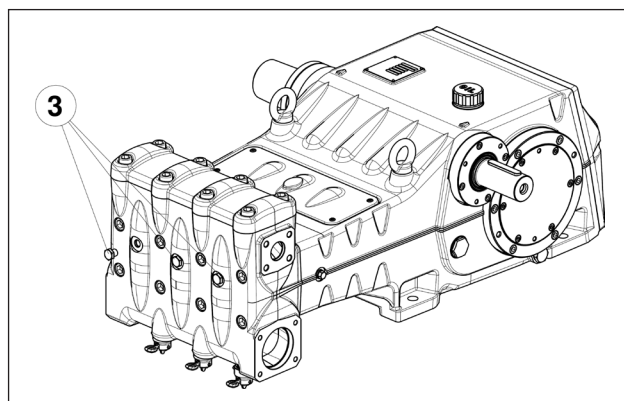

Fig. 11
Si des problèmes d'amorçage se produisent en raison d'une alimentation électrique insuffisante, il est possible d'intervenir en retirant les trois capuchons avant de la tête (à l'exclusion de la version LK36) comme indiqué rep. ③ Fig. 11.